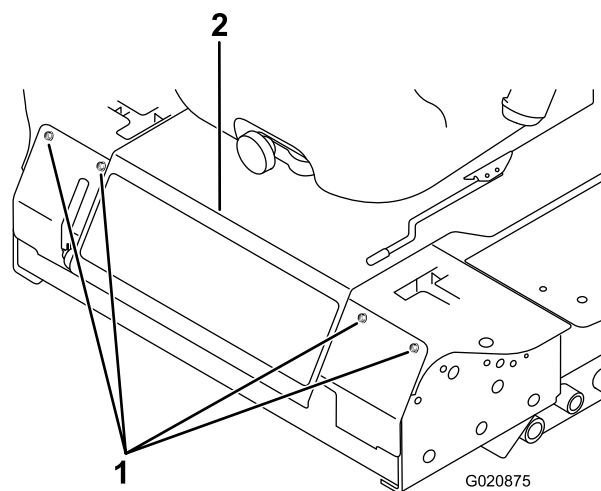

Figure 49
- Retirez les boulons de fixation du panneau avant et déposez le panneau (Figure 49).